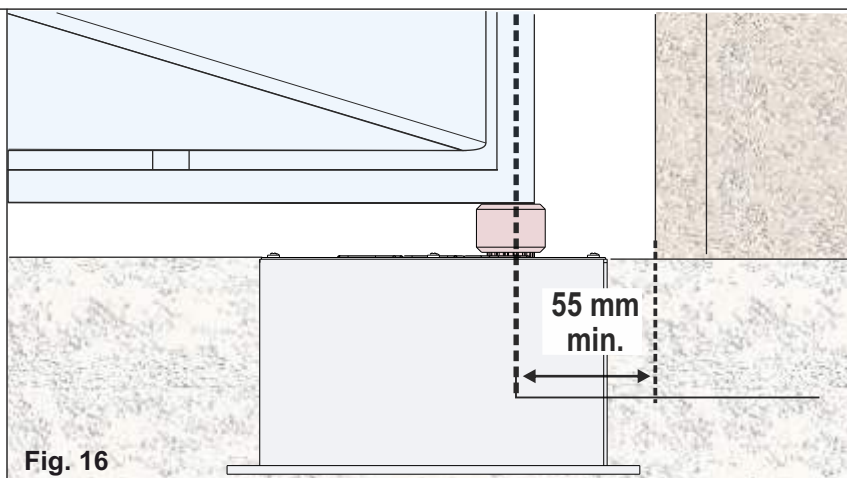
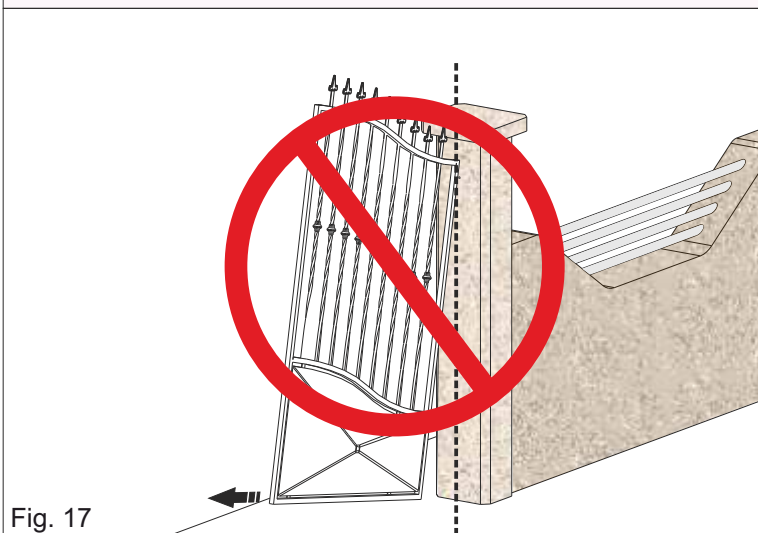

Fig. 16
Fig. 17
4.4. Faire attention à ne pas positionner le vantail au dehors des axes (Fig. 17 et 18), mais s'assurer que l'axe du vantail coïncide avec l'axe de rotation du vérin (Fig. 16)
⚠ NE POSITIONNER PAS LE VANTAIL AU DEHORS DES AXES (FIG. 17-18); FAIRE COÏNCIDER L'AXE DE L'OPÉRATEUR AVEC L'AXE DE ROTATION DE LA CHARNIÈRE DU VANTAIL; LA DISTANCE MINIMALE DE LA COLONNE DOIT ÊTRE DE 55 mm (FIG. 16)